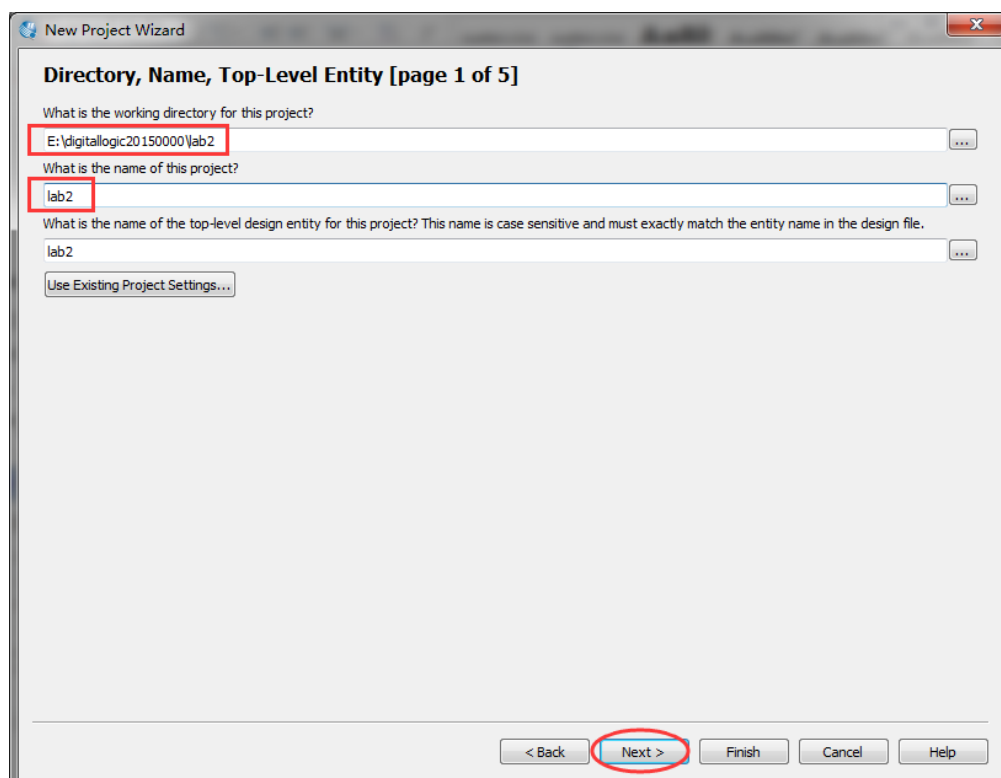
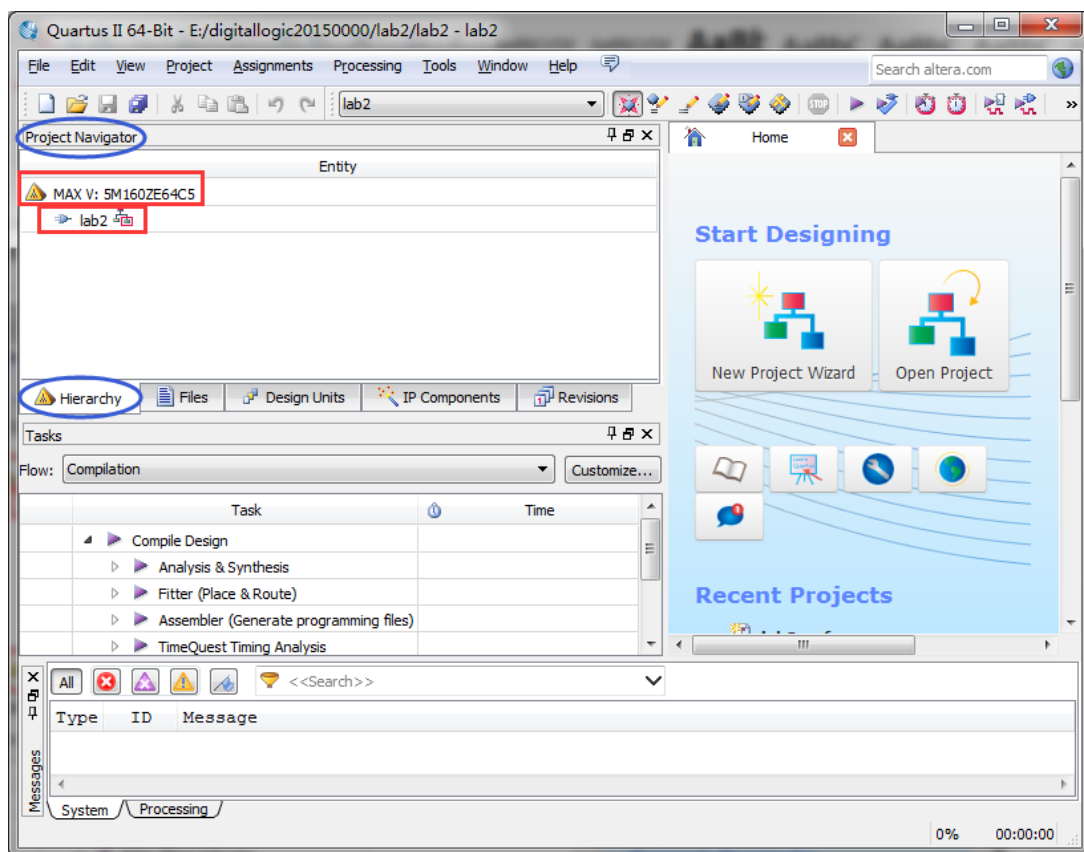

图 3-3: 创建新工程（3）
图 3-8：创建新工程（8）
8.创建好的工程的主界面如图 3-8 所示，我们会看到工程导航栏（Project Navigator）里分层结构（Hierarchy）处出现了芯片型号和 lab2 字样。这里的 lab2 是我们在创建工程时设置的顶层实体的名称（如图 3-3 所示）。